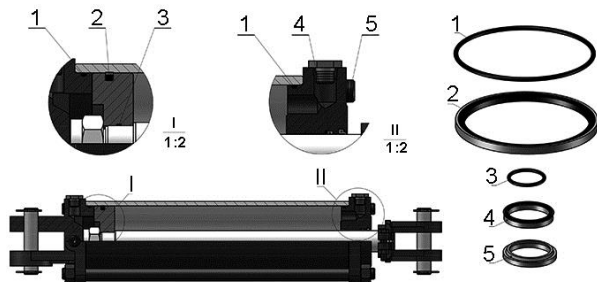

Fig. 1
- c. Remplacez les joints tel qu'indiqué (Fig. 1).